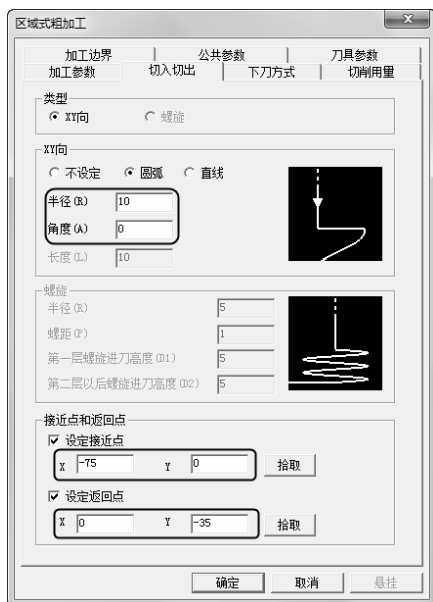

图 2-49 “切入切出”选项卡
2) 单击“切入切出”选项卡，设置“类型”为“XY 向”，“XY 向”为“圆弧”，具体“半径”、“角度”、“接近点”、“返回点”参数数值如图 2-49 所示。